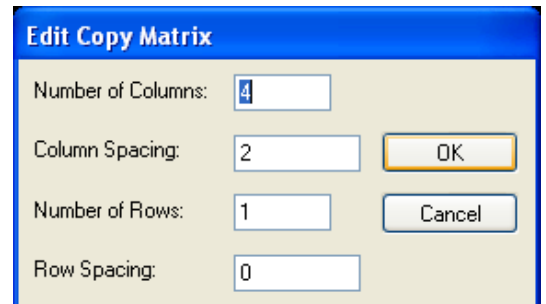

Рис. 4.49 - Диалоговое окно **Edit Copy Matrix** (Редактирование массива копий)
- В возникшем диалоговом окне **Edit Copy Matrix** (рис. 4.49) количество столбцов (**Number of Columns**) установите равным 4. Расстояние между столбцами (**Columns Spacing**) установите равным 2. Количество строк (**Number of Rows**) должно быть равно 1. Нажмите **OK**.